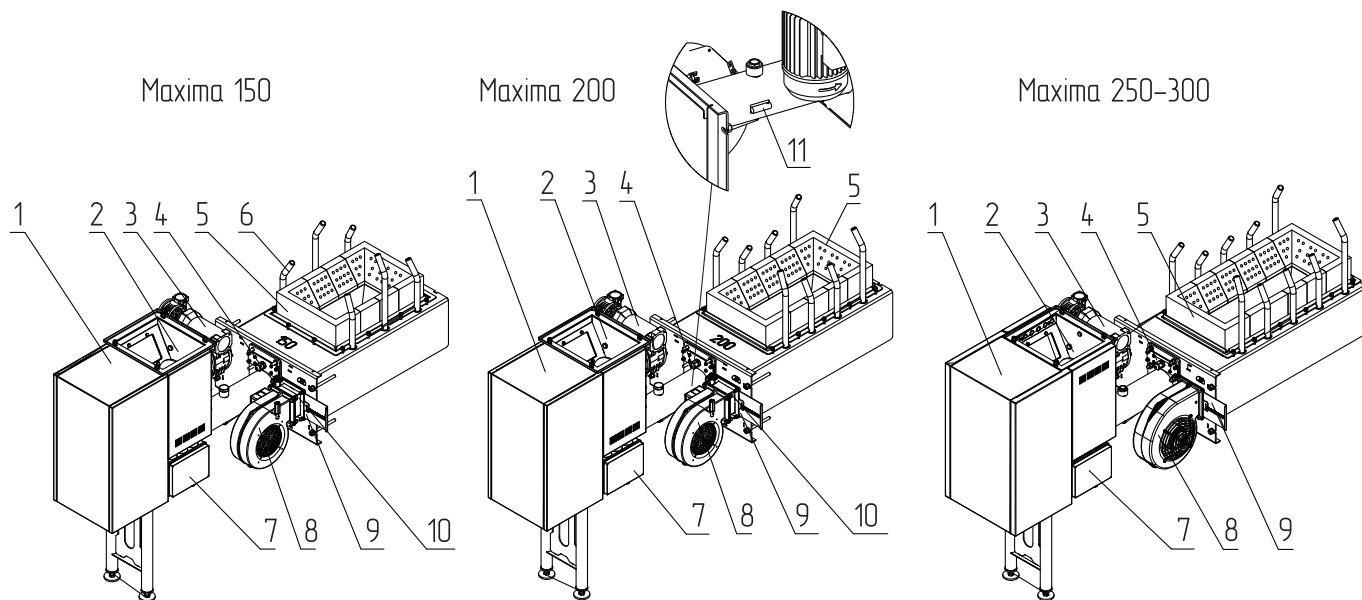

Рис.3 Механизм подачи топлива с горелкой котла ZOTA Maxima
- При использовании древесных пеллет и пеллет из лузги подсолнечника в качестве топлива установите трубки вторичного воздуха на горелку, как показано на **Рис.3**.